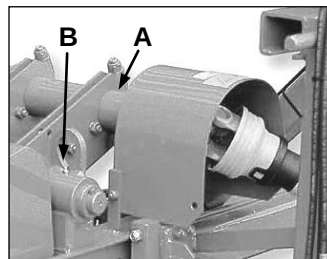
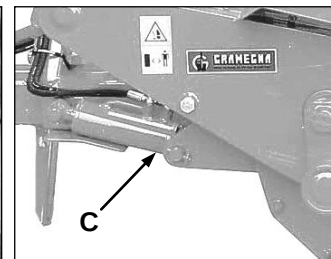

fig. 1
fig. 2
- Controllare e serrare le viti delle vanghe (fig. 1 n.7). Se la macchina lavora in terreno duro, secco o sassoso ripetere tale controllo giornalmente
- Ingrassare il supporto dell'albero presa di potenza al punto A (fig. 1)
- Ingrassare gli snodi del movimento di inclinazione della vangatrice ai punti B (fig. 1) e C (fig. 2)